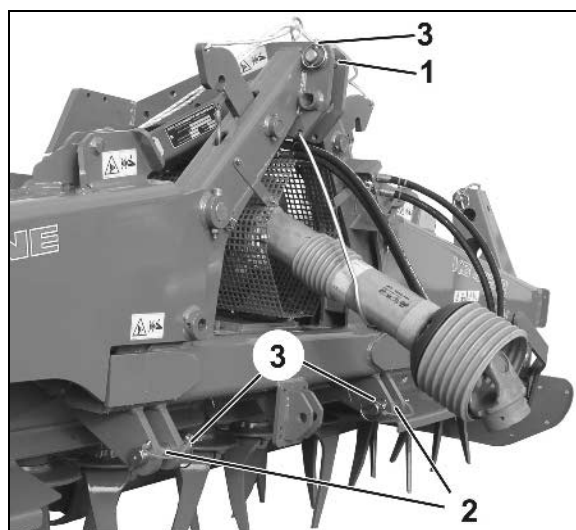

Fig. 29
**KG - 02** sind mit Ober- und Unterlenkerbolzen der **Kat. III** zum Anbau von Traktoroberlenkern (Fig. 29/1) und Traktorunterlenkern (Fig. 29/2) ausgerüstet.
2. Ober- und Unterlenkerbolzen jeweils mit dem Klappstecker (Fig. 29/3) gegen unbeabsichtigtes Lösen sichern.